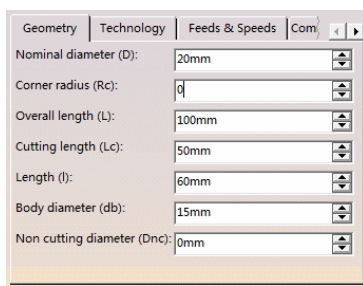

图 3-136 定义刀具参数（7）
- 单击“More”按钮，单击“Geometry”选项卡，定义刀具参数（7）如图 3-136 所示。